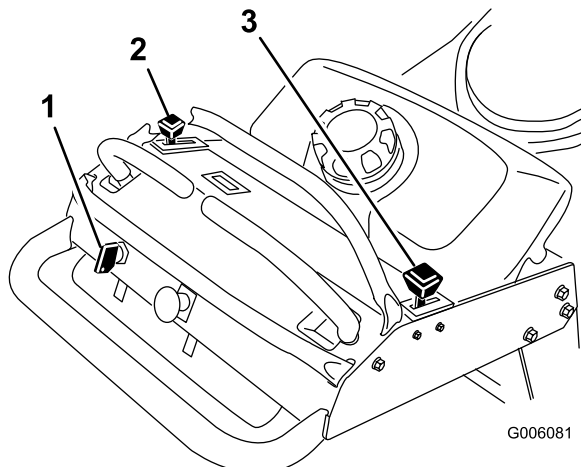

Figura 7
4. Mueva el control del acelerador a la posición Rápido y mueva la palanca del estárter a la posición de Conectado antes de arrancar el motor si éste está frío (Figura 7).
2. Mueva la palanca del acelerador a lento (Figura 7).